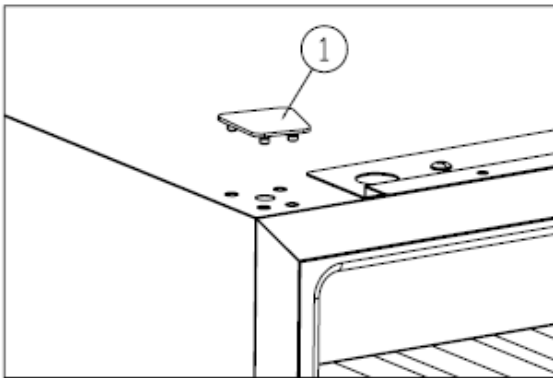

Abb. 3
- ✧ Die Abdeckung entfernen①. [Abb. 3]